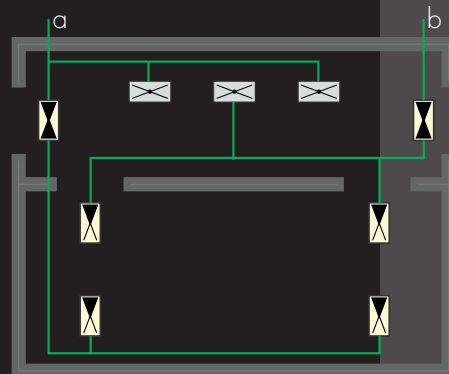

fig.2
- tecnica JOKER (fig. 2 circ. a-b)
fig.2 e 3